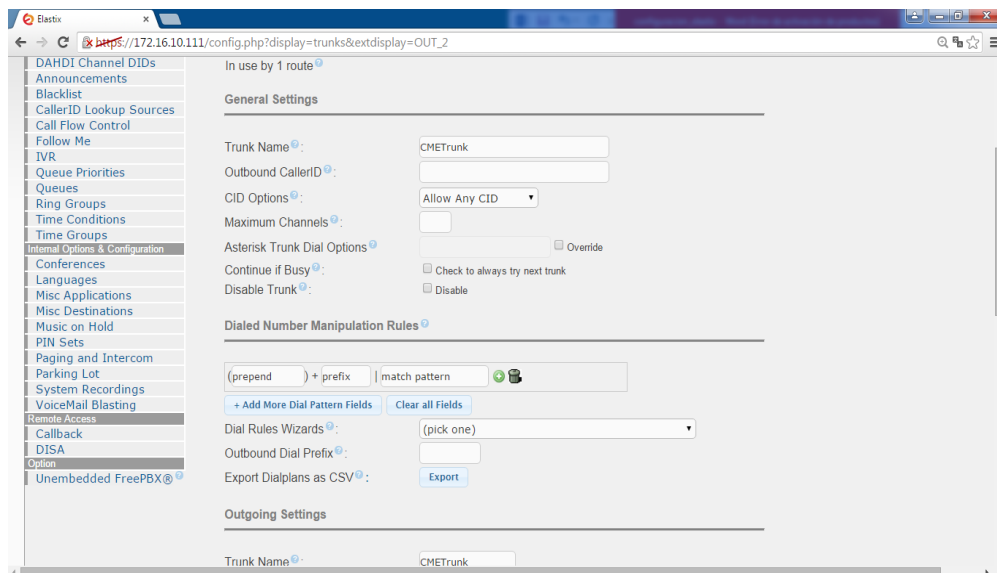

Figura 3.19 Definir Trunk Name
2. A continuación definimos un nombre para dicha troncal ver Figura 3.19.